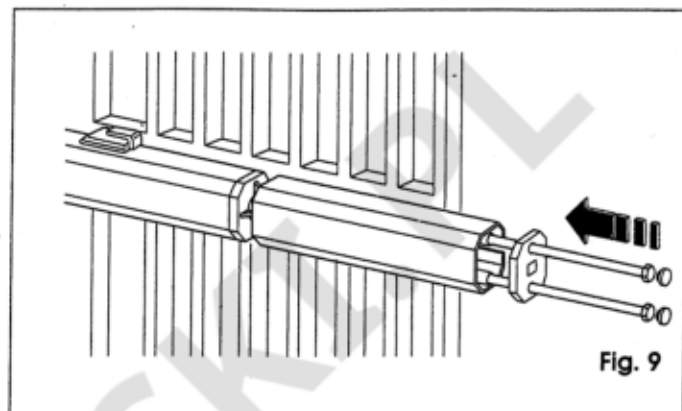
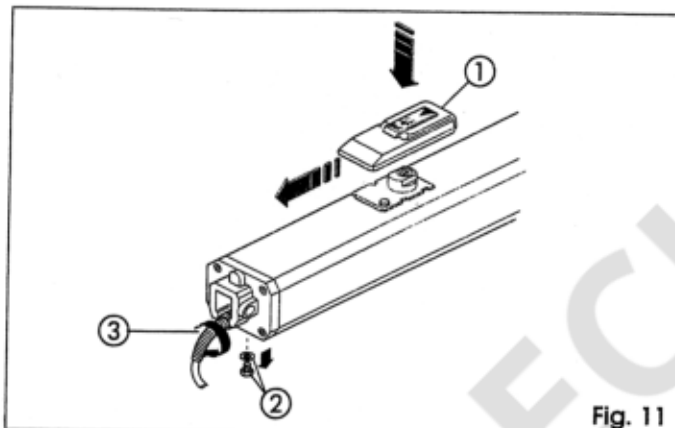

Fig. 9
Fig. 11
- (1) Zaleca się smarować wszystkie sworznie mocujące przyłączy.
- (2) W przypadku braku możliwości wykonania spawów, płyty przyłączy są przygotowane do ewentualnego mocowania za pomocą śrub z kolkami rozporowymi
- 12) Przygotować obudowę i założyć ją na operator jak na rys.9. Założyć dławik kablowy (odn.3,Rys.11).
- Założyć osłonę urządzenia deblokady (odn.1,Rys.11).
- Odkręcić całkowicie (i zachować dla potrzeb transportu) śrubę odpowierającą (odn.2,Rys.11).